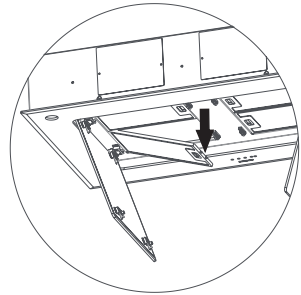

Abb. M3
- Die Haube wird nun in den Ausschnitt bis Anschlag des Haubenrahmens eingeschoben und von innen durch die Seitenbleche am Holzrahmen festgeschraubt (Abb.M3).